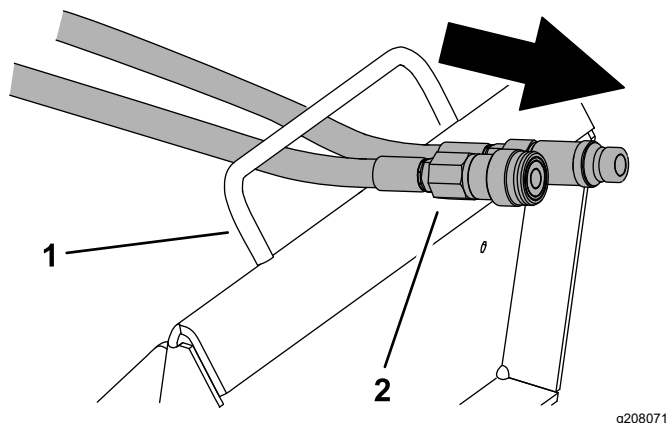

Рисунок 13
6. Проложите шланги через скобу для шлангов (Рисунок 13).